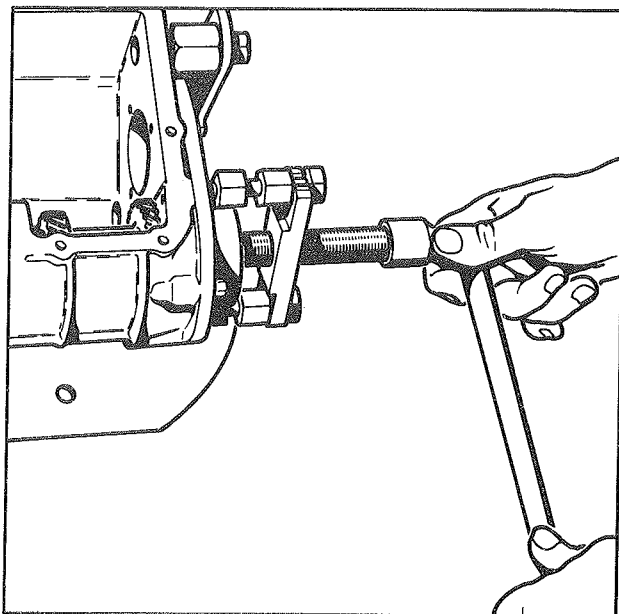

Fig. 22
- Engager l'arbre primaire, ses 2 roulements en place dans le carter de BV (fig. 22) ; arrêter l'effort de poussée lorsque le jonc du roulement à billes est en appui sur l'épaule du carter de BV (contre-plaque d'adaptation réf. PD 20897 N - extracteur réf. PD 39962 K - grain d'appui de roulement à billes 20898 X).